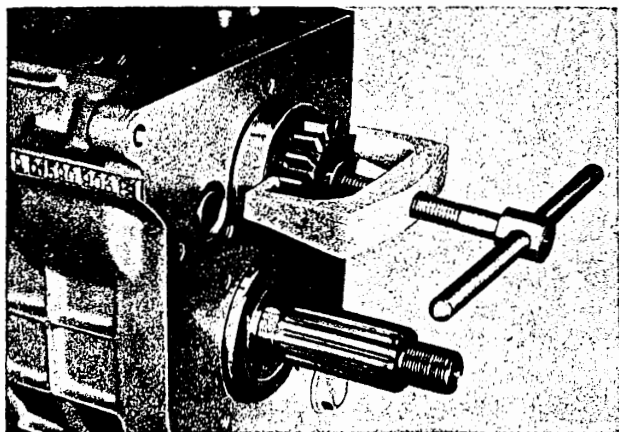

Bild W 7. Demontage des Antriebsrades für Nebenabtrieb
Die Demontage der Antriebswelle erfolgt bereits durch das Ausbauen aus dem Getriebe (s. Abschnitt 3.3.3.1). Das Auswechseln des Schrägkugellagers Q 305 TGL 2982 ist nach dem Demontieren des Antriebsrades für Nebenabtrieb mittels Spezialvorrichtung V-5909 und Demontage des Sicherungsringes 20 TGL 0-471 und der Scheibenfeder $6 \times 7,5$ TGL 9499, dem Abziehen des Druckringes mit Wellendichtring $D 25 \times 52 \times 10$ (7) TGL 16454 und dem Abnehmen des Sicherungsringes 25 TGL 0-471 und der Paßscheiben, durch Abschlagen mit einem Dorn möglich (Bild W 7).